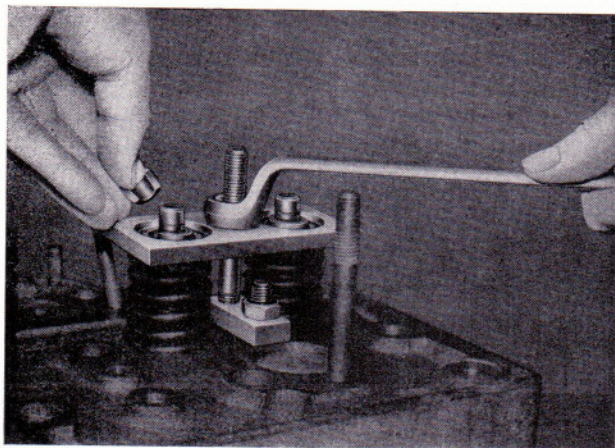

Bild 108
- Druckplatte auf die Ventilfedern auflegen, Mutter auf das Zugstück aufschrauben und soweit anziehen, bis sich die Klemmkegel leicht herausnehmen lassen (Bild 108).